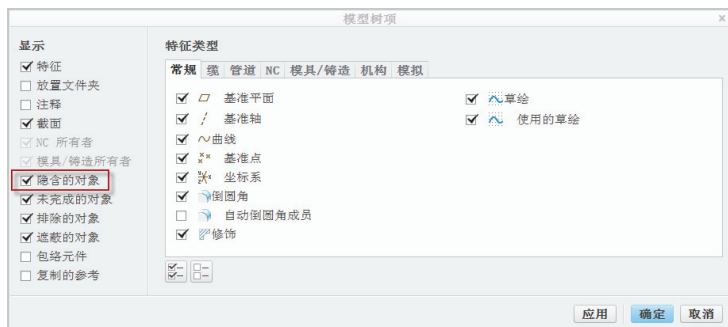

图 9-12 “模型树项”对话框
2) 在“模型树项”对话框中，从“显示”选项组中，增加选中“隐含的对象”复选框，如图 9-12 所示。